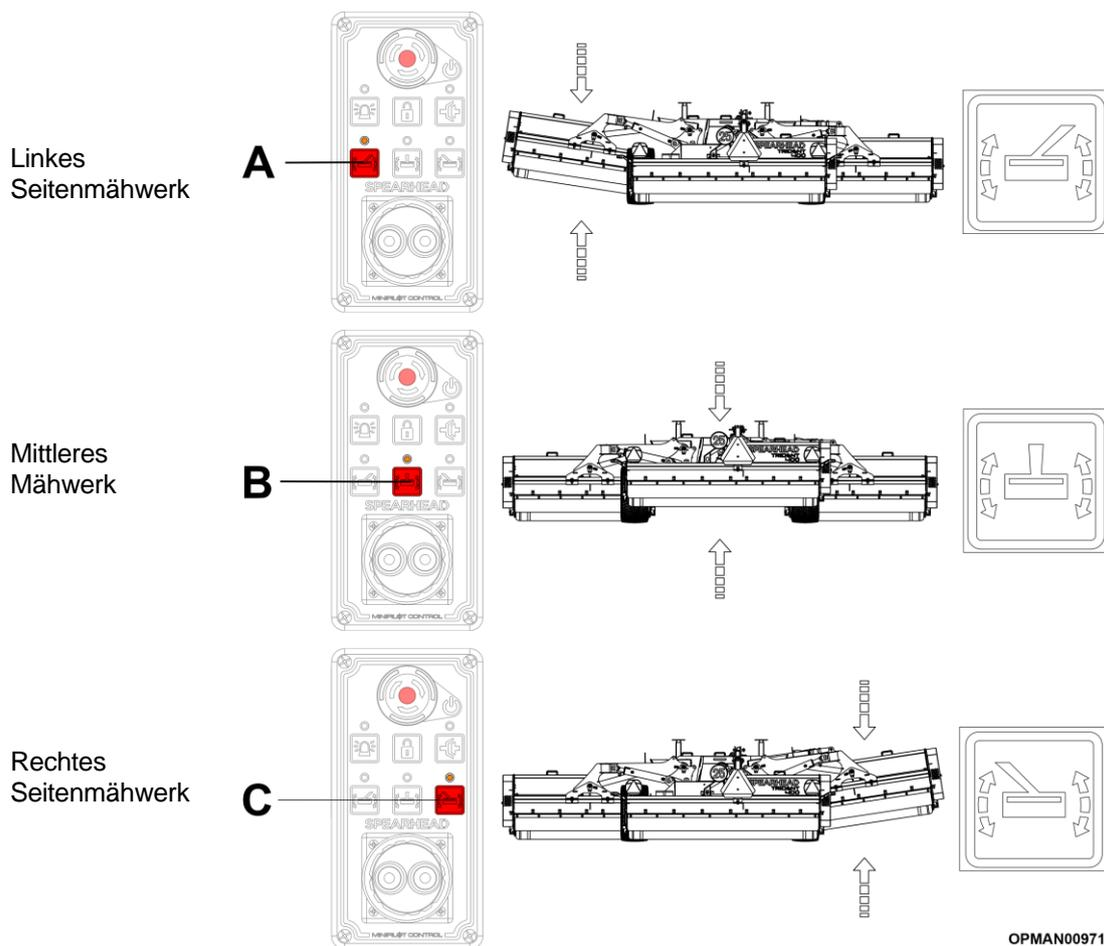

Abbildung 4.58
Bei Proline-Maschinen, die mit dem Minipilot-Steuerungssystem von Spearhead ausgestattet sind, müssen Sie bei bereits eingeschaltetem und funktionierendem System gemäß Abbildung 4.58 jeweils die Schwebefunktion für das linke Seitenmähwerk (A), das mittlere Mähwerk (B) und das rechte Seitenmähwerk (C) aktivieren, um jeden der entsprechenden Hydraulikzylinder in die Schwebefunktion zu bringen. Die Mähwerke der Maschinen heben und senken sich dann automatisch mit den Bodenkonturen. Die Schwebestellung des jeweiligen Hydraulikzylinders wird durch eine orangefarbene Leuchte über den jeweiligen Tasten an der Bedieneinheit angezeigt. Um die Schwebefunktion zu stoppen, drücken Sie einfach erneut die Schwebefunktion-Taste auf der Bedieneinheit. Dadurch erlischt die orangefarbene Leuchte und die Schwebefunktion wird deaktiviert.